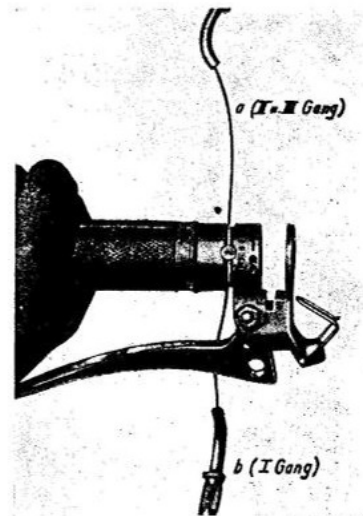

Abb. 80 Schaltseil richtig in das Griffrohr eingelegt
10. Griffrohr so in die linke Hand nehmen, daß der Kupplungshebel nach unten zeigt (siehe auch Abb. 80).
11. Den Seilnippel, der zwischen beiden Bowdenzughüllen angebracht ist, fest in die Bohrung eindrücken, aber nicht verankern. Dabei darauf achten, daß das kürzere Seilende „a“ Abb. 80 (2. und 3. Gang) nach oben und das längere Seilende „b“ (1. Gang) nach unten zeigt.